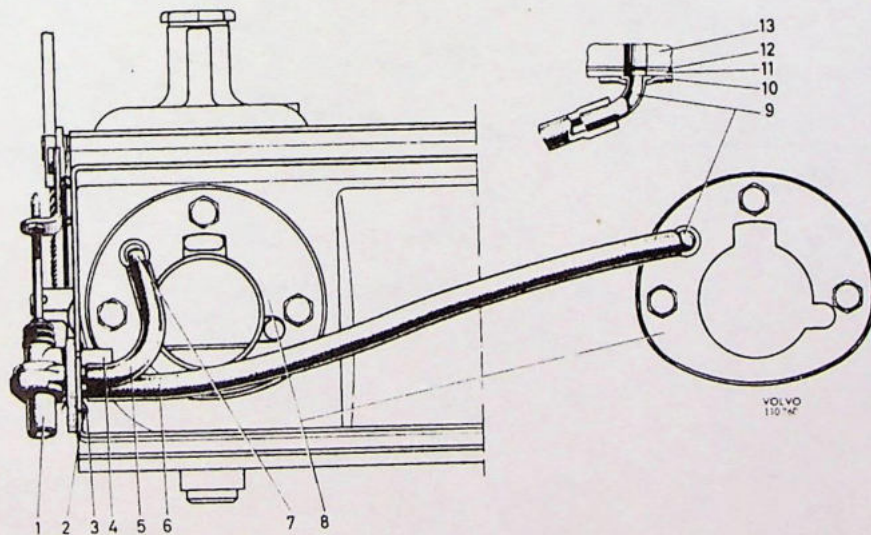
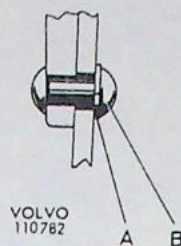

Fig. 5. Slangaansluiting voor de Stromberg karburateur
Fig. 8. A. Ring 955890
- Druk de drie rechte slangaansluitingen (4, Fig. 5) in de daartoe geboorde gaten in de luchtfilterbak en klink de warmstart-klep hieraan vast met behulp van twee 1/8" aluminium klinknagels. Maak gebruik van de ringen 955890 (zie Fig. 8)
- Steek de twee slangaansluitingen (7 en 9, Fig. 5) door de daarvoor bestemde gaten in de ringen (8) voor de onderbak. Schuif de slangen (6,5 cm en 23,5 cm) op de betreffende aansluitingen aan de warmstart-klep en vlotterkamerkanalen.